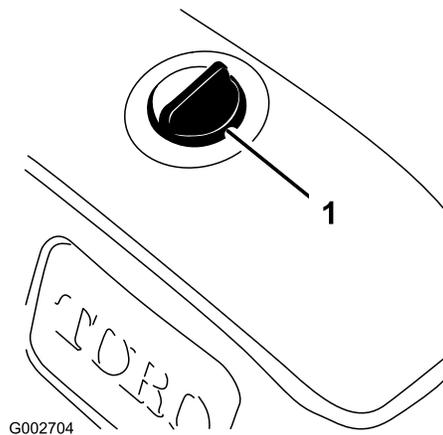

图17
2. 清洁液压油箱盖周围的区域，防止杂物进入油缸（图17）。